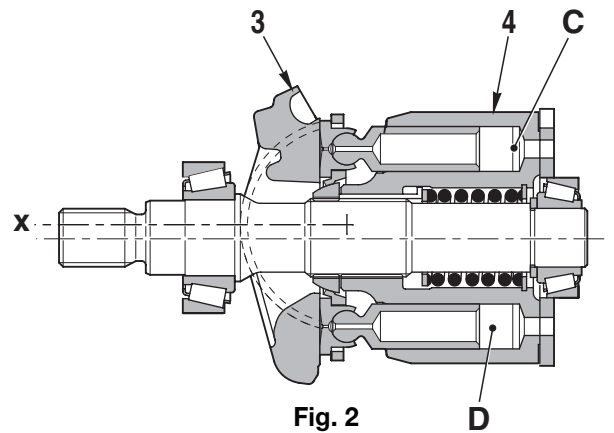

Fig. 2
3 - Quand l'axe X du plateau oscillant (3) et l'axe du bloc-cylindres (4) sont parallèles (angle d'inclinaison du plateau oscillant « α »=0), la différence entre les volumes C et D dans le bloc-cylindres (6) devient 0 et les phases d'aspiration et de refoulement ne se font pas (Fig. 2). (En pratique, l'angle d'inclinaison du plateau oscillant « α », ne devient jamais égal à 0).